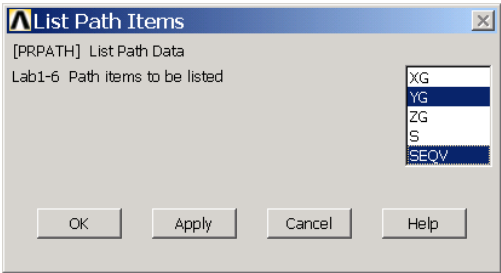

图6.45 列表显示路径数据
(1) 单击 Main Menu>General Postproc>Path Operations>Plot Path Item>List Path Items 菜单，弹出如图 6.45 所示的对话框。